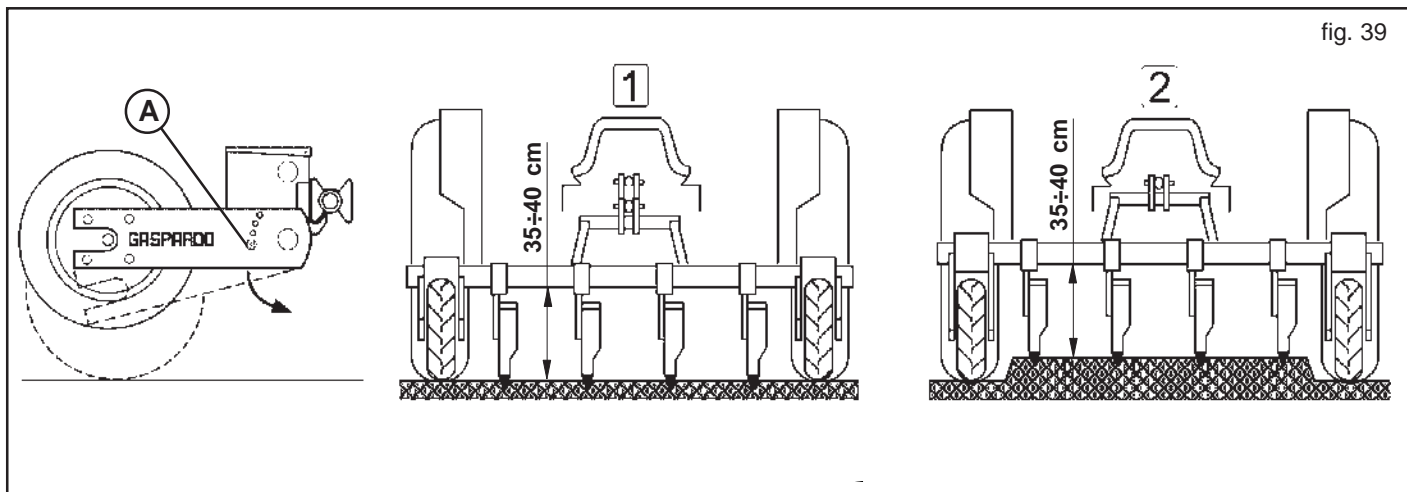

fig. 39
- sacar el tornillo (A, fig. 39);
- Gire el soporte de la rueda hasta que el indicador (B, Fig. 39) coincida con el tornillo (C, Fig. 39);